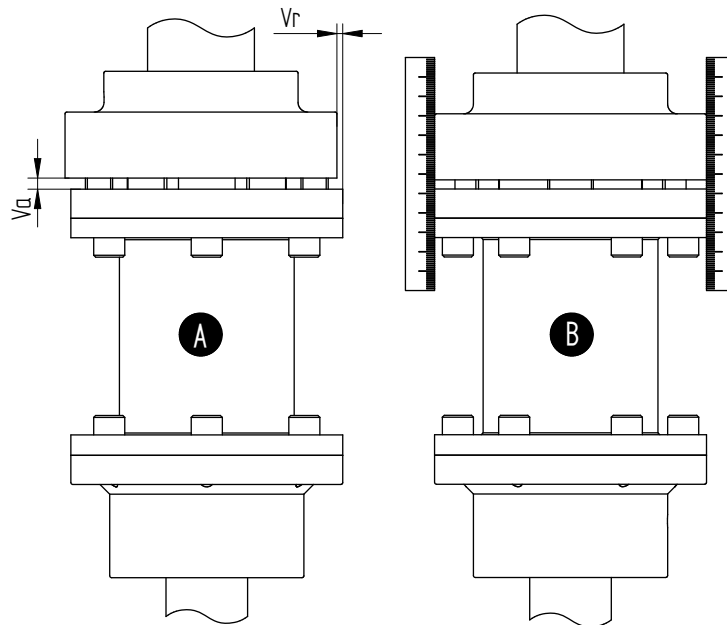

Abbildung 2: Ausrichten der Kupplung.
- 7 Die obere Kupplungshälfte wird herunter geschoben. Bezüglich des richtigen Abstandes zwischen den Kupplungshälften siehe Abbildung 2 und die zugehörige Tabelle.